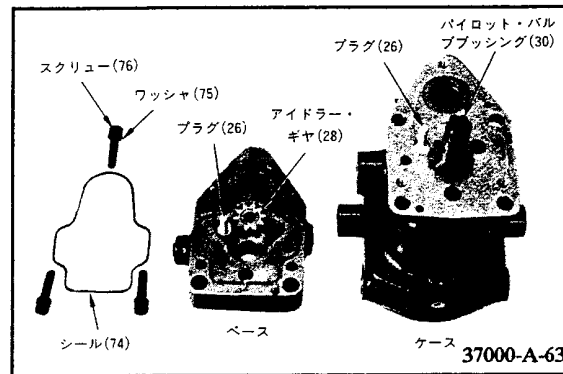

図 4-14. ベースとケースの組立
5. ベースとケースを図 4-14 に示してある部品と共に組上げます。ケースにパイロット・バルブ・プッシングを入れ、ベースにはアイドル・ギヤを入れます。オイル・シール・リングを広くて平な方をベースの溝に合せて置きます。ベースとケースを 3 本のネジで締めます。